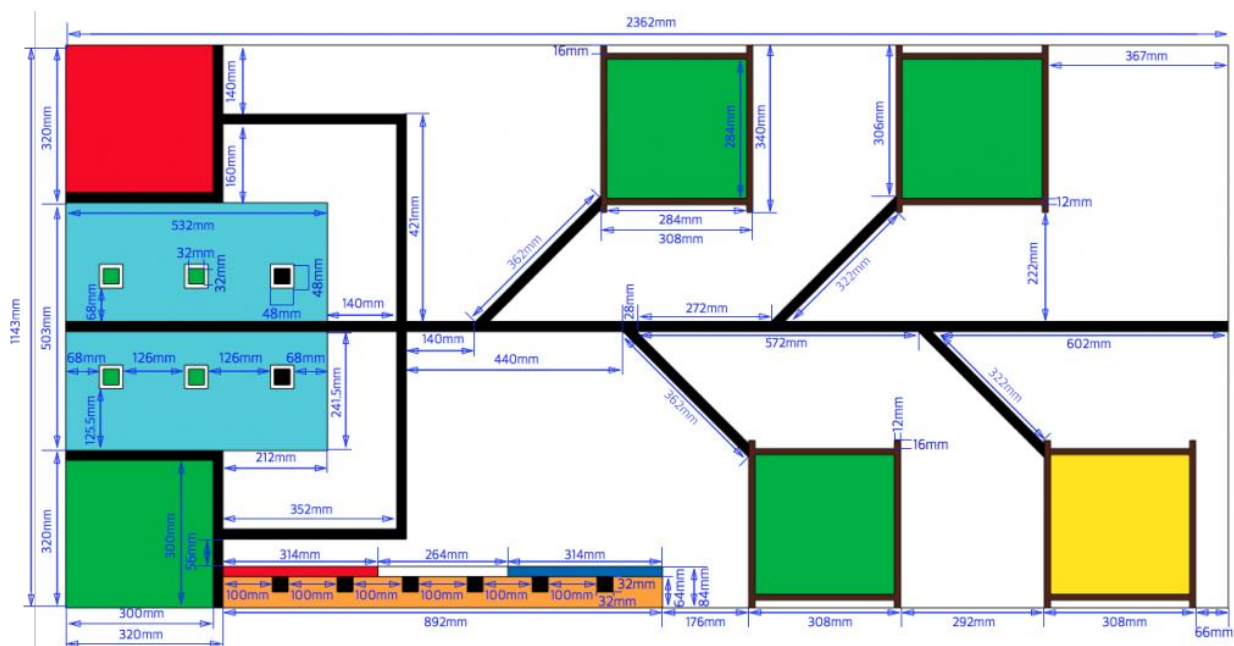

Рис. 15. Схема разметки поля
- 2.14 Задание считается полностью выполненным, когда робот остановился и его проекция находится полностью внутри Зоны финиша (нахождение кабелей за пределами Зоны финиша допускается). (Рис. 15)